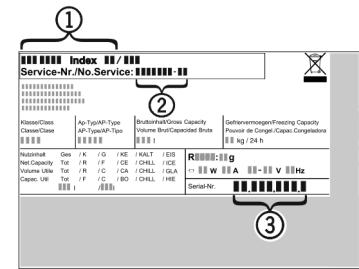

Fig. 9
► Relever la désignation de l'appareil *Fig. 9 (1)*, le n° de service *Fig. 9 (2)* et le n° de série *Fig. 9 (3)* sur la plaquette signalétique. Cette plaquette se trouve sur la paroi intérieure gauche de l'appareil.
► Informer le S.A.V. et lui communiquer la panne, la désignation de l'appareil *Fig. 9 (1)*, le n° de service *Fig. 9 (2)* et le n° de série *Fig. 9 (3)*.